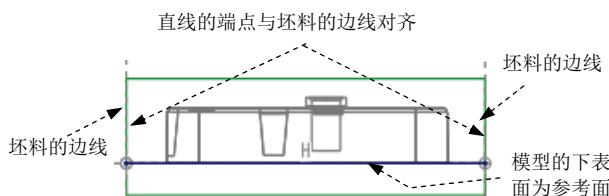
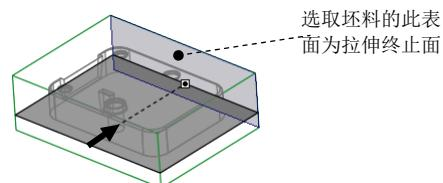

图 20.29 截面草图
图 20.30 选取拉伸终止面
- (4) 绘制截面草图。选取图 20.29 所示的坯料的边线和模型的下表面为草绘参考；绘制如该图所示的截面草图（截面草图为一条线段）；完成截面的绘制后，单击“草绘”操控板中的“确定”按钮 **✓**。
(5) 设置深度选项。
- ① 在操控板中选取深度类型 **到选定的** (到选定的)。
- ② 将模型调整到图 20.30 所示的视图方向，选取图中所示的坯料表面（虚线所指的面）为拉伸终止面。